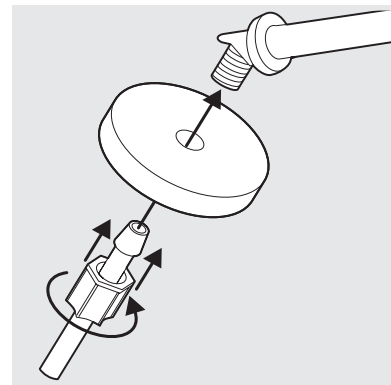

figura 5
9. Empuje el sello del tubo sobre las roscas (figura 5). Empuje el tubo de suministro de agua de plástico en el tubo de entrada de agua lo más adentro posible; después apriete con los dedos la tuerca de compresión de nylon en el extremo roscado del tubo de entrada. Apriete otra 1/2 vuelta con una llave. NO apriete excesivamente.